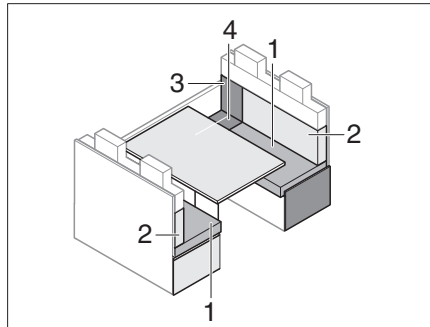

Fig. 208 Avant la transformation
- Enlever le coussin de dossier (Fig. 208,2) et le mettre de côté.